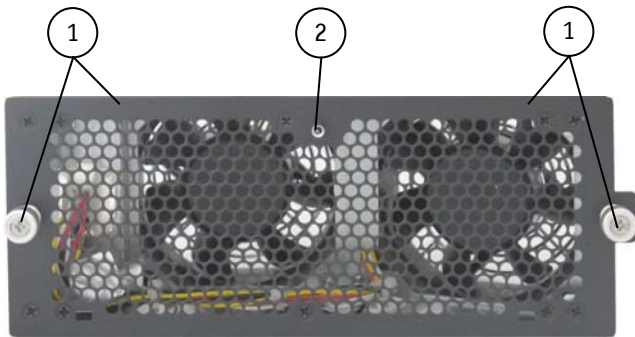

Abb. 40: Lüftereinschub ohne eingesetztem Filtermattenhalter
**Legende für Abb. 40 und Abb. 41:**